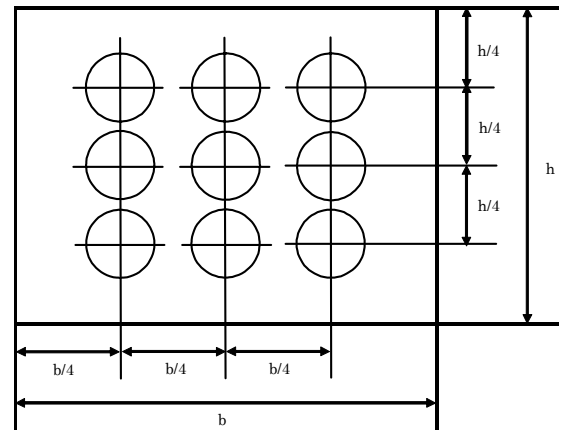

図 1 輝度・ユニフォミティの測定ポイント
- 9 ポイントで測定(図 1 参照)
ISO12646 に準拠した精度を要求。9 ポイント(図 1 と同様)の輝度/色度が下表の基準を満たしている必要がある。